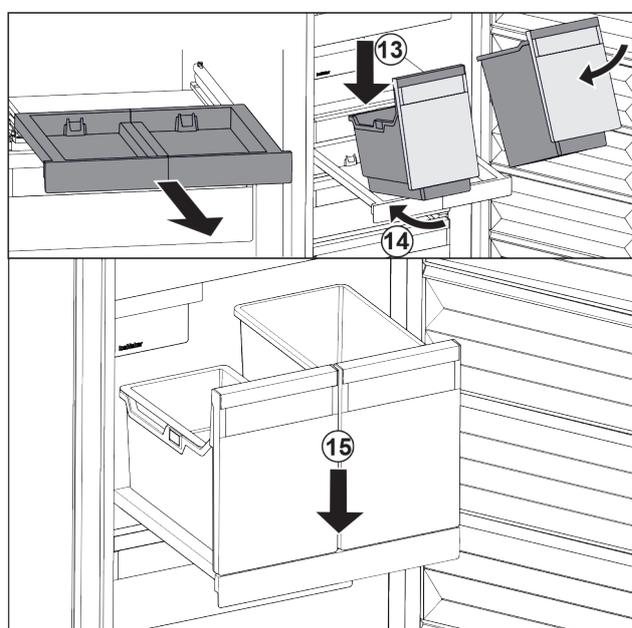

Fig. 57
- ▶ Placer les bacs sur le compartiment coulissant en les inclinant. Fig. 57 (13)
- ▶ Pousser les bacs jusqu'au fond en les inclinant. Fig. 57 (14)
- ▶ Déposer les bacs par l'avant. Fig. 57 (15)